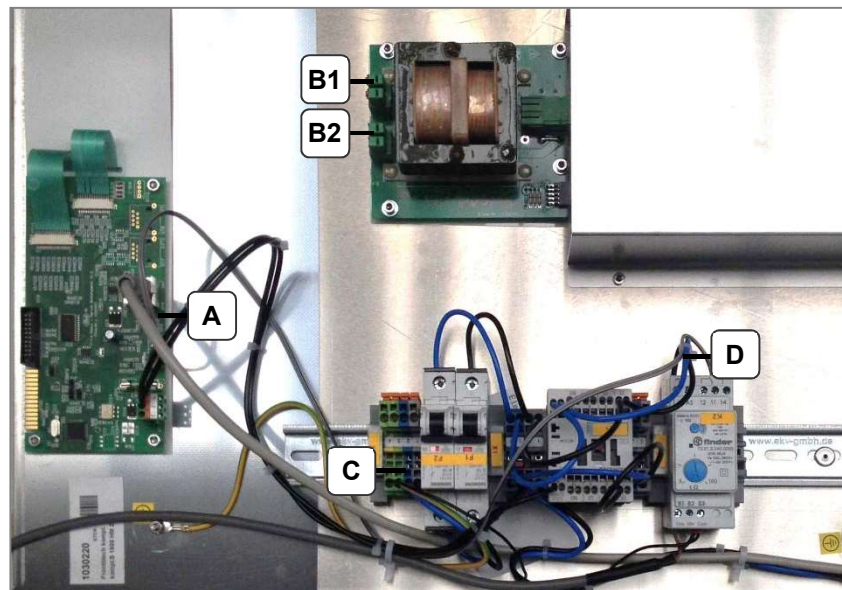

Abb. 9.5.2. Position der Steckverbindungen
3. Die elektrischen Steckverbindungen von der defekten Elektronikeinheit abziehen (*Abb. 9.5.2.*):